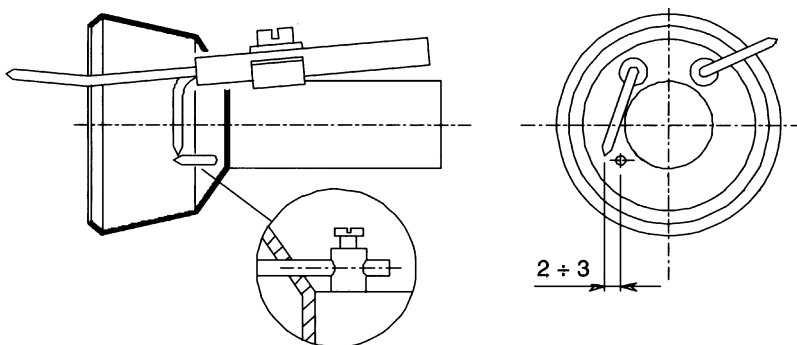

Fig. 29
- Esame elettrodi di accensione, pulizia, eventuale registrazione e, se necessario, sostituzione (vedi Fig. 29);
- Esame elettrodo di rivelazione, pulizia, eventuale registrazione e, se necessario sostituzione (vedi Fig. 29).
Al fine di garantire una buona accensione è necessario che siano rispettate le misure indicate in Fig. 29.